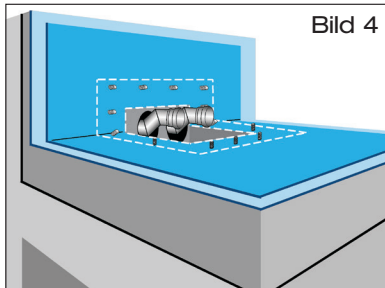

Bild 4
1.4 Anschlussbahn bauseits aus vorhandener Kunststoff-Dachdichtungsbahn, Größe: 700 mm x 1000 mm, zuschneiden (Bild 4).